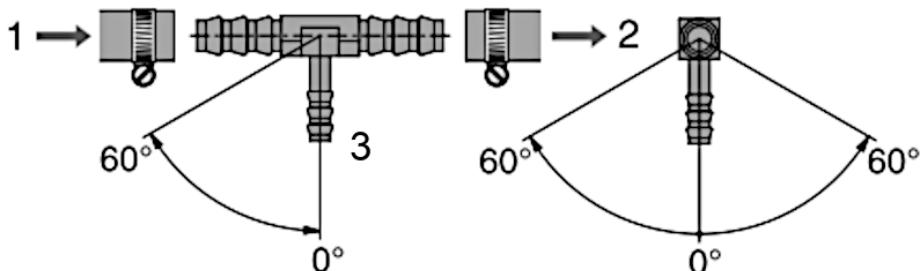

Fig. 36
- Klipp/dela fordonetts bränsleledning och montera T-stycket med sina tjockare öppningar mellan rörets två ändar Fig. 36 (1) (2).
- Anslut därefter värmarens bränsleledning med hjälp av en gummimanschett till T-styckets tunna ände Fig. 36 (3).